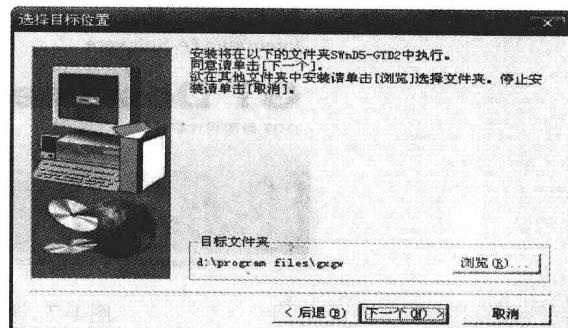

图 1-13 选择安装路径
8) 输入相对应产品的序列号后，单击“下一个”按钮出现如图 1-13 所示的界面，提示用户选择安装路径，可根据自己的情况确定安装路径。这里我们选择默认路径，单击“下一个”按钮即可完成安装。